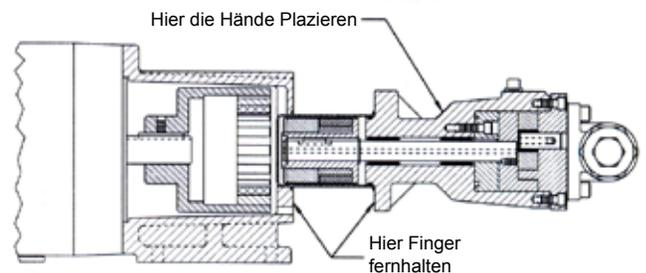

ABBILDUNG 35
**Halten Sie die Finger von der Vorderseite des Pumpenbefestigungsflansches fern. Richten Sie den Spalttopf mit der Bohrung in dem Lagerbock aus und schieben Sie ihn vorsichtig ein. Die Einheit zieht sich schnell von selbst ein. Achten Sie darauf, daß sich Ihre Finger nicht an den gefährlichen Stellen befinden (Siehe Abbildung 35).**